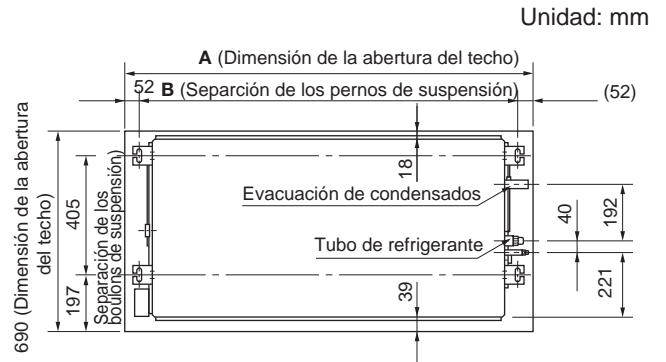

Fig. 3-2
2. Ajustese a las plantillas para realizar los agujeros en el techo. (Fig. 3-2 y 3-3)
4. Recorte el techo si es necesario. (Fig. 3-2 y 3-3)